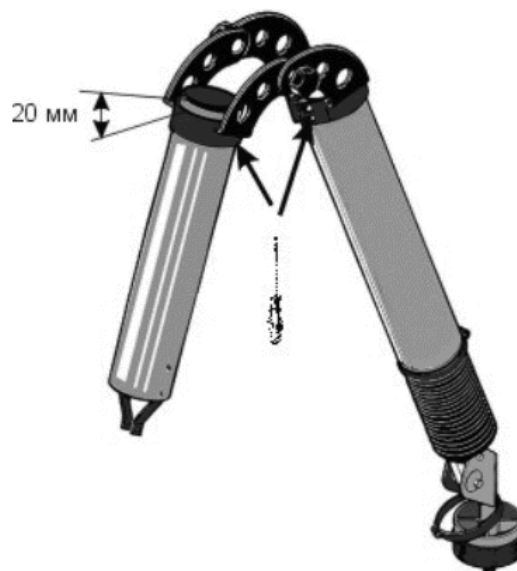

Рис. 8.2
8.2.1. Присоедините внешнее звено рычага подъемно-поворотного вытяжного устройства к внутреннему звену с помощью петельного соединения (см. рис. 8.2).